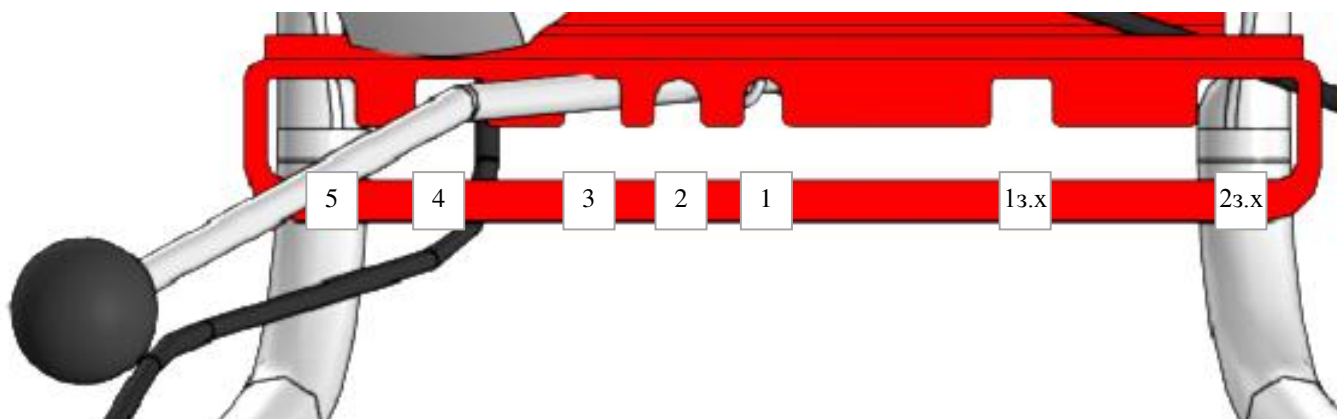

РИС.5 СХЕМА РАСПОЛОЖЕНИЯ СКОРОСТЕЙ.
9.3 Установите рычаг переключения передач в положение первой скорости. Смотри схему расположения скоростей Рис.5.